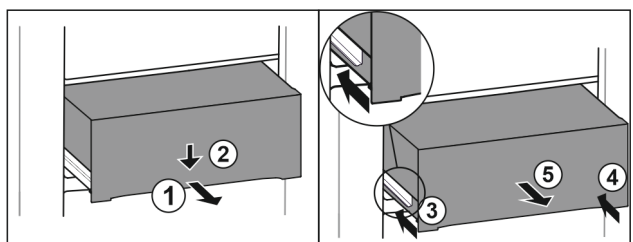

Fig. 233
- ▶ Zásuvku napůl vytáhněte. Fig. 233 (1)
- ▶ Stlačte zásuvku na přední straně dolů. Fig. 233 (2)
- ▶ Zasuňte levou kolejničku přibližně do 2 cm. Fig. 233 (3)
- ▶ Zasuňte pravou kolejničku přibližně do 2 cm. Fig. 233 (4)
- ▶ Vyjměte zásuvku dopředu. Fig. 233 (5)